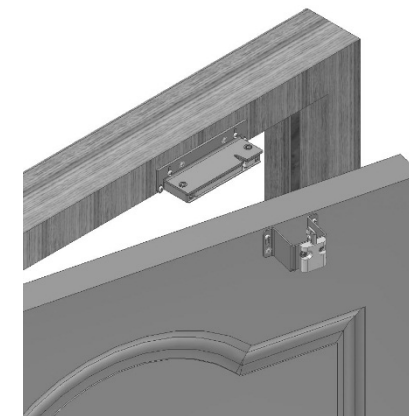

Рисунок 4 - Установка замка на дверь, открывающуюся вовнутрь
- монтажный комплект **МК AL-250UZ** для установки замка на двери, открывающиеся вовнутрь (рисунок 4);